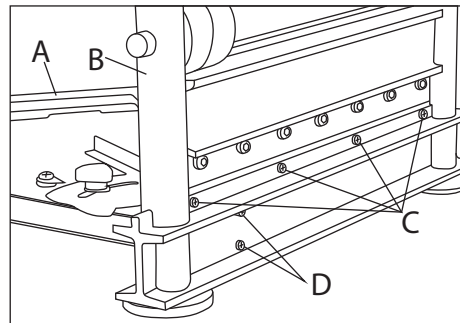

IMAGEN 1
1. Ensamble el ensamblaje de la mesa (Imagen 1-A) Imagen 1 en el ensamblaje de la cuchilla (Imagen 1-B) utilizando 4 tornillos pequeños con cabeza Phillips (Imagen 1-C) para asegurar la parte superior de la mesa. Utilice dos tornillos más largos con la cabeza plana (Imagen 1-D) para asegurar la abrazadera de la mesa.